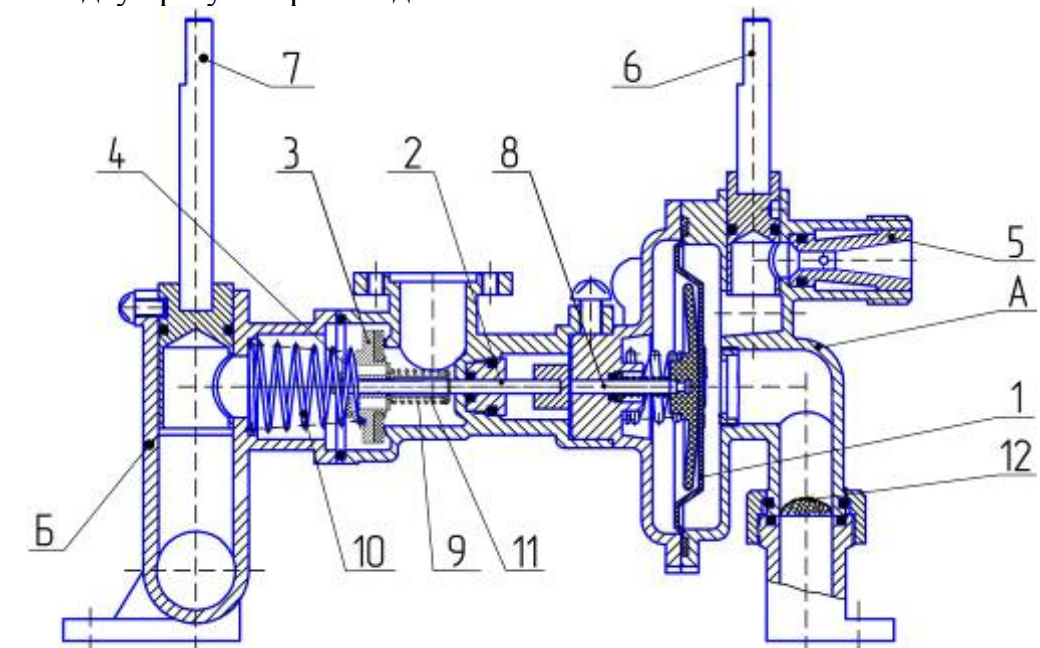

Рисунок 2 Блок водогазовый
2.4.3. Подключение электронного блока 10 к батарейному отсеку 12 осуществляется при помощи микровыключателя 11, срабатывающего при проточке воды через водогазовый блок (см. рис. 2)
Водогазовый блок (рис.2), предназначен для включения аппарата и обеспечения регулирования температуры воды и регулирования расхода газа. Блок состоит из двух регуляторов: водяного А и газового Б.